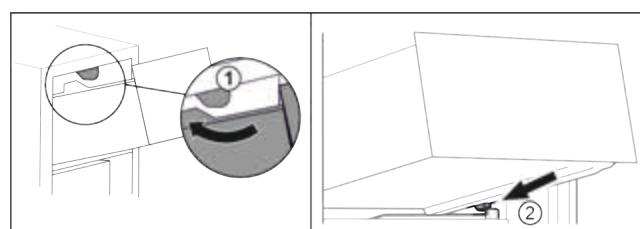

Fig. 68
- Обвести висувний ящик навколо верхнього стопора. Fig. 68 (1)
- Встановити висувний ящик за нижніми стопорами на ребро для резервуару навскоси. Fig. 68 (2)